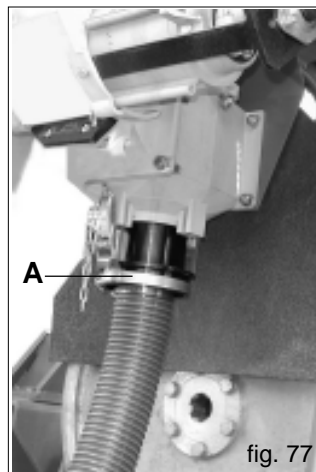

fig. 77
- b) Den Bogen unter dem Einspritzerkanal entfernen und das beige stellte Sammelrohr (A Abb. 77) in der gleichen Position anbringen; am anderen Rohrende einen Sammelbehälter aufstellen. Das Antriebsrad mit der Kurbel in Fahrtrichtung drehen.